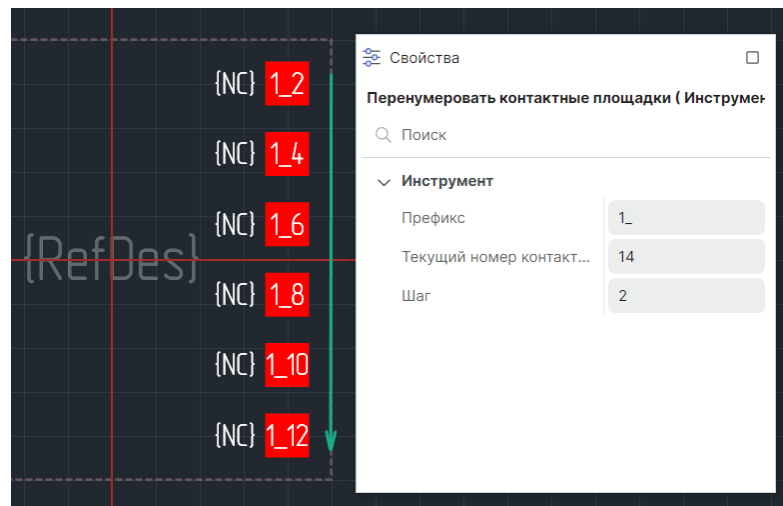

Рис. 131 Последовательное переименование контактных площадок
5. Последовательно переименуйте соответствующие контактные площадки, перемещая курсор, см. Рис. 131.